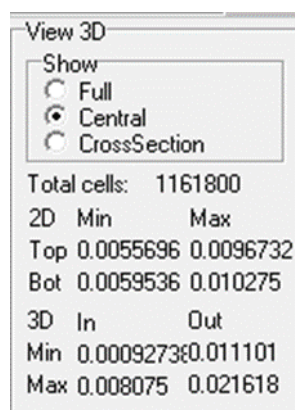

図 9. 三次元モデルにおけるメッシュサイズ表示画面
- Flow Module GUI 上でのメッシュサイズ表示機能の追加 (図 9)